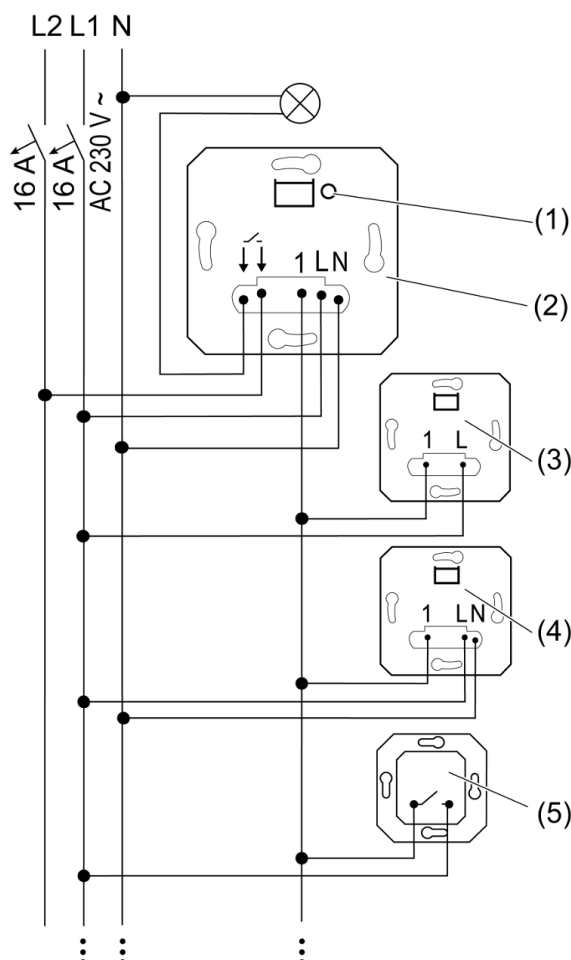
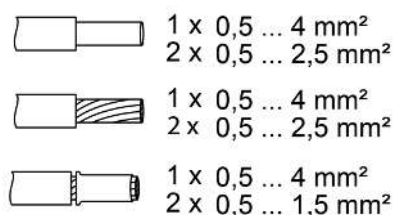

рисунок 1: Схема подключения с дополнительными узлами в качестве опции
рисунок 2: Поперечное сечение кабеля для зажимных контактов
- Подключите включающую вставку (2) согласно схеме подключения (см. рисунок 1). При этом следует учитывать поперечные сечения кабелей, на которые могут устанавливаться зажимы (см. рисунок 2).
- Опционально подключите 2-проводной дополнительный узел (3), 3-проводной дополнительный узел (4) и кнопочный выключатель с замыкающим контактом (5).
- i** Нагрузку можно включать путем короткого нажатия кнопки **TEST** (1).